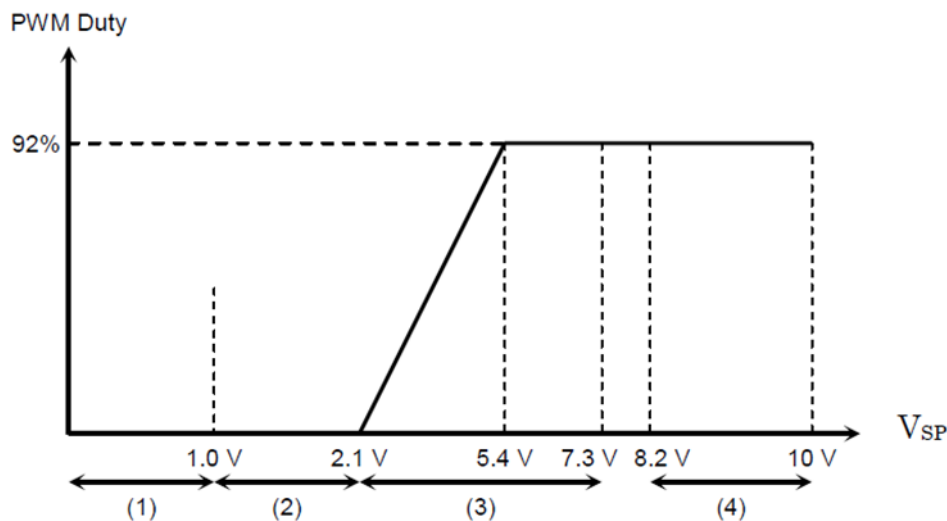

図 3.3 V_{SP} 電圧による回転数制御
TB6634FNG の V_{SP} 端子に DC 電圧を印加することで、回転数を制御することが可能です。図 3.3 に V_{SP} 端子電圧と PWM Duty の関係を示します。図 3.3 の (3) 範囲が回転制御範囲となります。